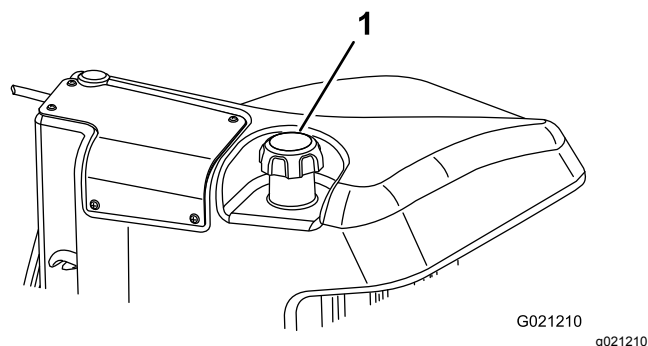

Figura 30
3. Retire a tampa do depósito de combustível (Figura 30).